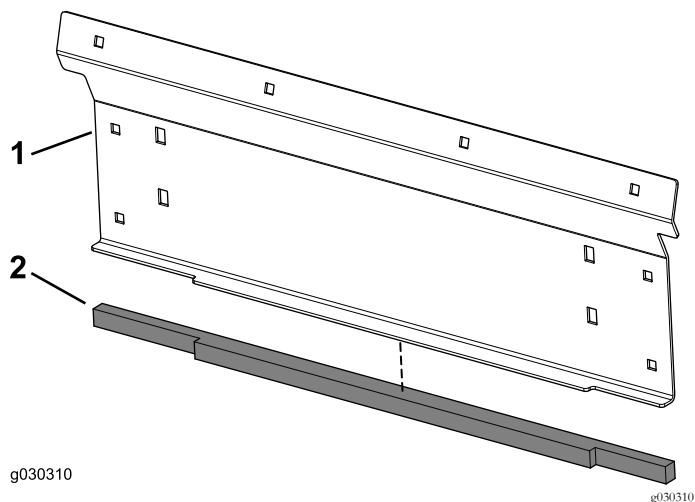

Figura 12
7. Aplique o vedante posterior na placa posterior inferior (Figura 12).